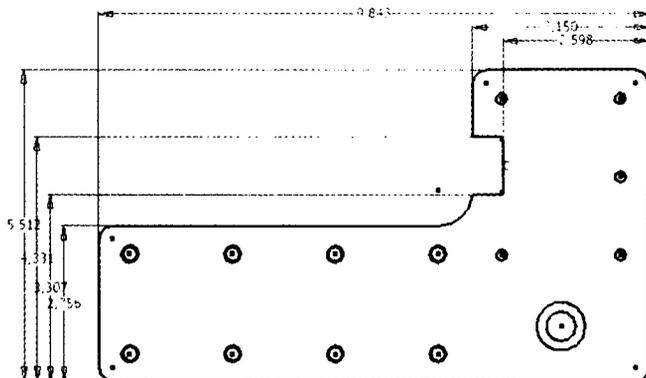

Рис. 14.2. Значения размеров из данных AutoCAD обновлены в новом файле
6. Создайте новый файл детали с использованием шаблона **Обычный (дюйм).ipt**, вставьте (**Ctrl+V**) геометрию в эскиз, щелкнув в рабочем пространстве, как показано на рис. 14.2.